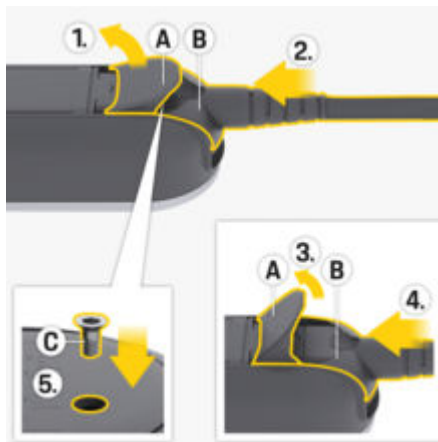

Fig. 86: Fijación del cable de alimentación y el enchufe
1. Abra la tapa **A** (Fig. 86) unos 15 grados (solo hasta que el conector **B** (Fig. 86) quepa en la unidad de control).
2. Inserte el enchufe **B** (Fig. 86) en la unidad de control hasta que note la primera resistencia.
3. Abra la tapa **A** (Fig. 86) completamente.
4. Inserte el enchufe **B** (Fig. 86) completamente.
5. Cierre completamente la tapa **A** (Fig. 86) y fjela con el tornillo **C** (Fig. 86).